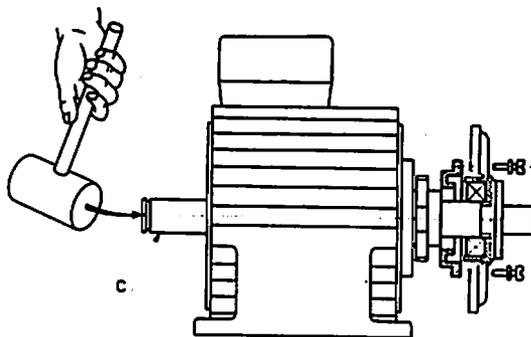

Fig. 11
- **ATTENTION** : Si le moteur est avec « point fixe », dévisser et retirer les trois vis apparentes sur la face avant du flasque côté bout d'arbre de façon à libérer la couronne de blocage du roulement (voir fig. 11 page 12).
- Dans le cas de POINT FIXE, NE PAS OUBLIER DE GLISSER la couronne de blocage sur le brasseur d'air avant d'emmancher le roulement (voir fig. 11 page 12).
- Pour les moteurs avec « POINT FIXE », placer le moteur horizontalement. Frapper doucement sur le bout d'arbre « c » de façon à dégager de nouveau le flasque côté commande 17. Faire glisser de quelques centimètres le rotor dans le stator pour pouvoir atteindre la couronne de blocage du roulement (fig. 11).